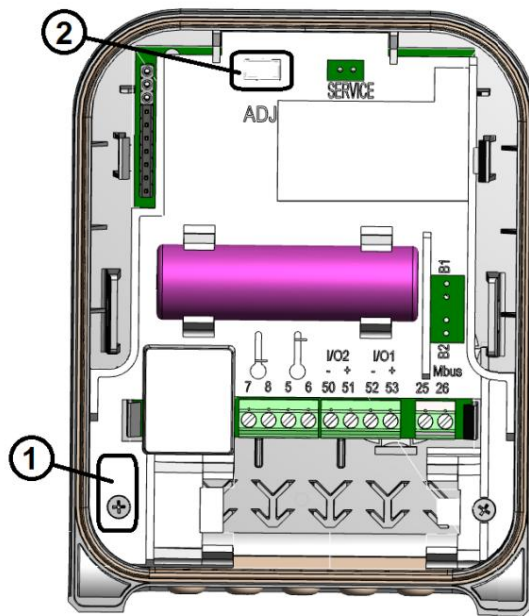

Fig. 4.2. Tetningsplasser for design med utskiftbare temperatursensorer.
For design med utskiftbare temperatursensorer beskytter inspeksjonstetningene/klebende tetningene tilgangen til beskyttelseshettens monteringsbolt (fig. 4.2, pos. 1) og til aktiveringskontakter for endring av justeringsdata ADJ (fig. 4.2, pos. 2), hvis bruddbar skillevegg brytes ut.